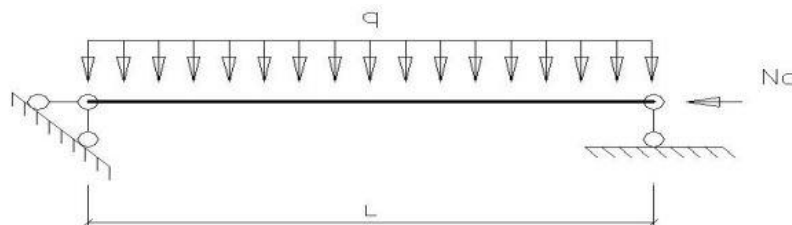

Рисунок 3. Расчетная схема балки
4.3 Проверить прочность стержня длиной L , сечением $b \times h$ (круглого диаметром d), без ослаблений с шарнирно-закрепленными концами. На стержень действуют продольная сжимающая сила N_c и равномерная поперечная нагрузка q , в направлении большего размера сечения (рисунок 3).